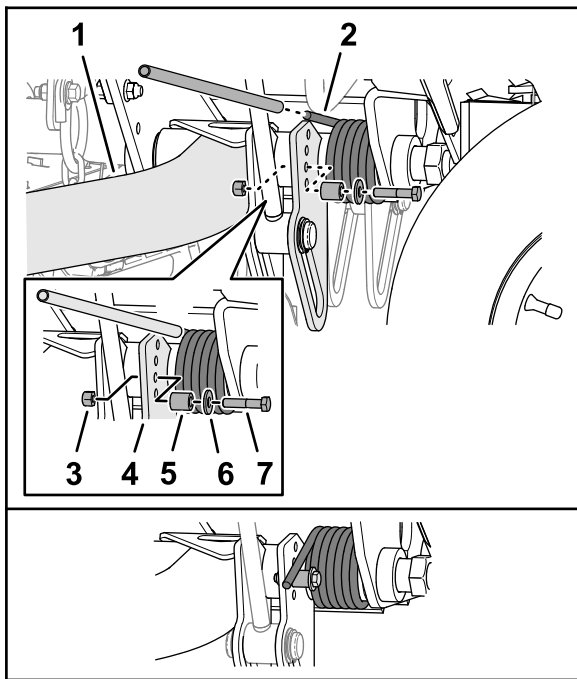

Figura 49
2. Coloque un tubo u otro objeto similar sobre la pata larga del muelle, y levante la pata del muelle para aliviar la presión sobre el espaciador (Figura 49).
3. Sujetando el muelle, retire el perno, la arandela y la contratuerca de la placa de elevación (Figura 49).